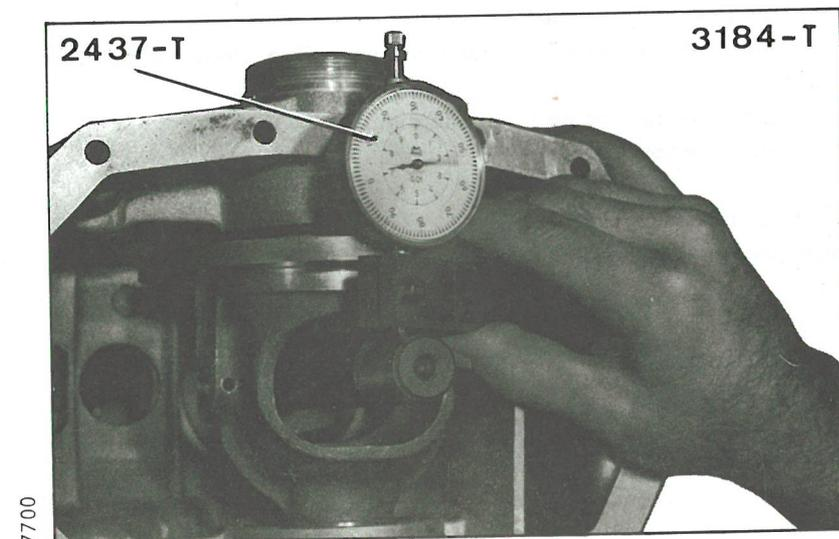

Figure 3
- f) Déterminer l'épaisseur de la rondelle de réglage à placer dans le demi-carter droit (voir figure 3).